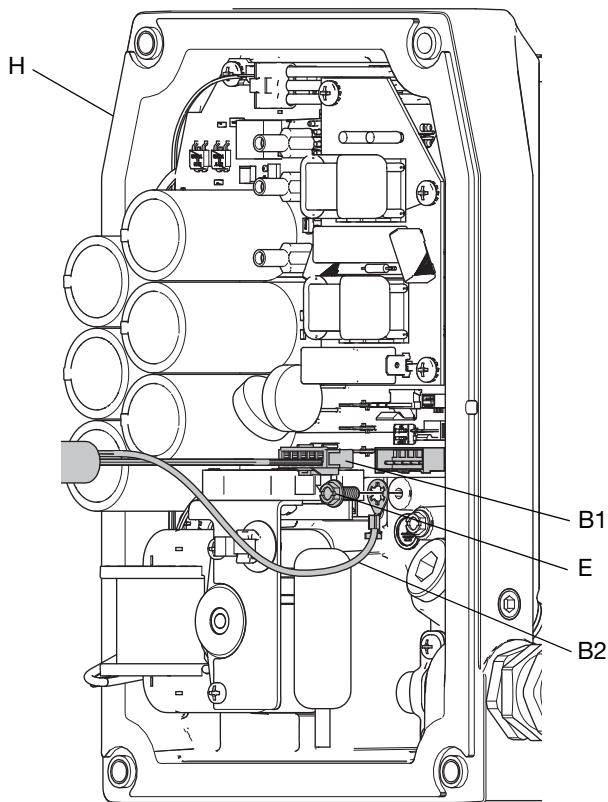

FIG. 5 : Connexion du câble E/S et du fil de terre E/S
2. Retirer le couvercle de commande (F). Voir le manuel afférent du moteur. Voir **Manuels afférents**, page 2.
3. Si le câble E/S est installé pour la première fois, retirer le bouchon (G) de l'orifice E/S (G1).
4. Installer l'ensemble du câble E/S (B) :
- b. appliquer un produit d'étanchéité pour filetage sur les filets de l'embase du presse-étoupe (A), puis visser et serrer fermement dans l'orifice E/S (G1) ;
- c. sur la face arrière du couvercle de commande (F), faire glisser le connecteur E/S (B1) et le fil de terre (B2) à travers la base du collier de serrage (C) et le contre-écrou (C2) ;
- d. visser la base du collier de serrage (C) à l'arrière de l'orifice (G1) et serrer le contre-écrou (C2) contre l'arrière du couvercle ;
- e. positionner la partie courte de la gaine du câble de manière à ce qu'il soit centré à l'intérieur de la zone de serrage de la base de la base du collier de serrage (C) puis fixer le collier de serrage (C1) à la base (C) à l'aide des vis (D) et serrer fermement ;
- f. serrer fermement les fixations supérieures du collier de serrage (D).
5. Installer le fil de terre du câble E/S (B2) et la fixation de terre (E) dans le trou du boîtier de commande (H). Serrer à bloc. Voir **Connexion à la carte de commande**, page 9.
6. Connecter la fiche du câble E/S (B1) à la prise de la carte de commande. Voir la FIG. 5.
7. Installer le couvercle de commande (F). Voir le manuel afférent du moteur. Voir **Manuels afférents**, page 2.
1. Installer le fil de terre du câble E/S (B2) et la fixation de terre (E) dans le trou du boîtier de commande (H). Serrer à bloc. Voir la FIG. 5.
2. Connecter la fiche du câble E/S (B1) à la prise de la carte de commande. Voir la FIG. 5.